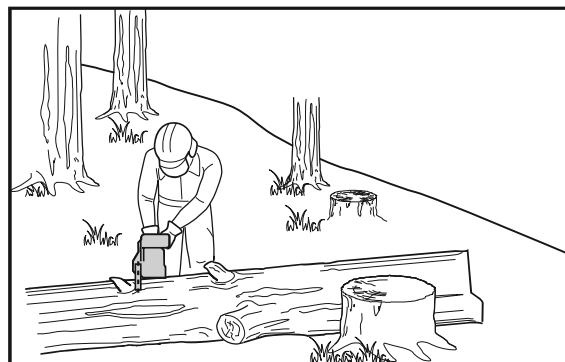

Fig. 32
4. Ao efetuar o corte transversal numa inclinação, posicione-se sobre a área mais elevada em relação ao tronco (Fig. 32). Para manter o controlo total durante o corte em todo o diâmetro, liberte a pressão de corte perto do final do corte sem deixar de segurar firmemente nas pegas do produto. Não deixe a corrente entrar em contacto com o solo. Depois de concluir o corte, aguarde que a corrente pare antes de deslocar o produto. Desligue sempre o motor antes de avançar para outra árvore.